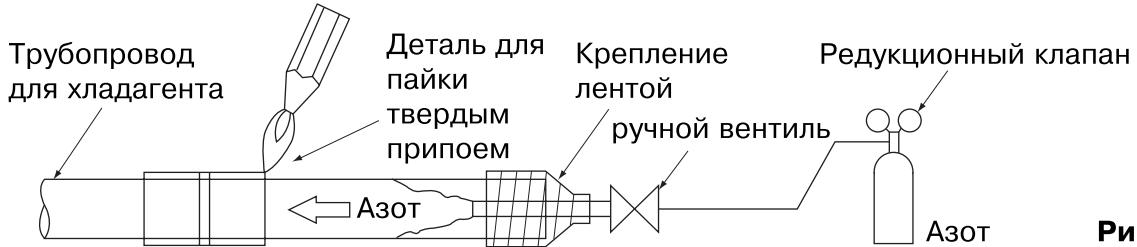

Рис. 14
2. Если пайка выполняется одновременно с подачей в трубопровод азота, азот необходимо довести с помощью редукционного клапана до 0,02 МПа (0,2 кг/см²) (См. рис. 14)